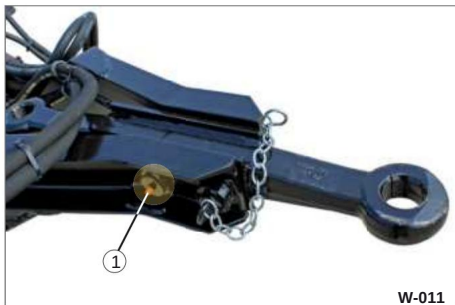

Bild 10 Smörjning av vridaxeln
• Smörj med fettspruta vrid vridaxeln vid smörjnippeln (Bild 10/1) tills fett kommer ut.